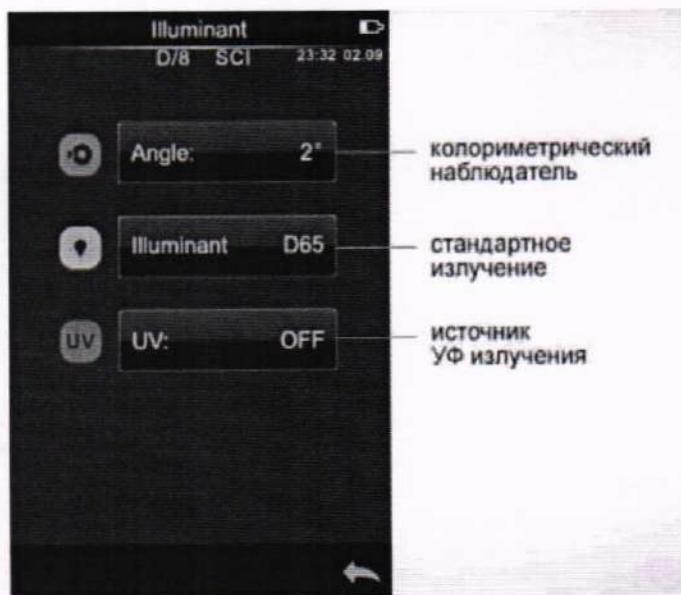

Рисунок 24 – Меню «Illuminant»
10.1.2.2.1 В главном меню (см. рисунок 7) нажать кнопку «Illuminant», откроется меню «Illuminant» (рисунок 24) для настройки стандартного источника освещения, стандартного колориметрического наблюдателя МКО и настройки уровня УФ (для модели TS7036). Нажать кнопку «Angle» и в появившемся окне выбрать стандартный колориметрический наблюдатель МКО 10°. Нажать кнопку в нижнем левом углу для подтверждения выбора и возврата к меню «Illuminant».